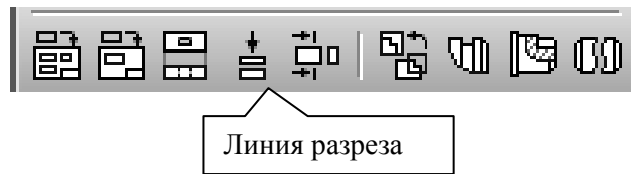

Рис. 107
4. На панели **Ассоциативные виды** (рис. 107) выберем кнопку **Линия разреза**, затем появившейся на экране ловушкой укажем линию разреза. Если все сделано верно (линия разреза должна быть обязательно построена в активном виде), то линия разреза окрасится в